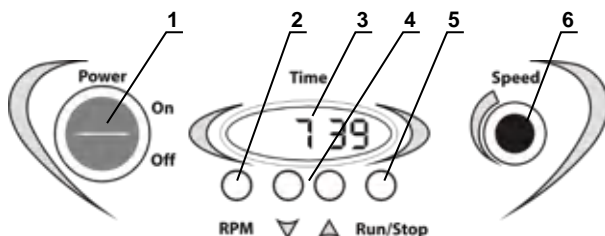

Рис. 1. MR-1, панель управления
- 5.1.1. Подключите блок питания к сетевой розетке с заземлением. Переведите переключатель питания **Power** (рис. 1/1) в положение **ON** (включено). Включится дисплей (рис. 1/3).
- 5.1.3. **Установка времени.** С помощью кнопок ▲ и ▼ (рис. 1/4) установите необходимый интервал времени в часах и минутах (шаг 1 мин.), руководствуясь показаниями дисплея (рис. 1/3). Если нажать и держать кнопку, скорость смены значений увеличивается.
- 5.1.4. **Установка скорости.** С помощью рукоятки регулировки скорости (рис. 1/6) установите необходимую скорость перемешивания. Во время поворота рукоятки и при нажатии кнопки **RPM** (рис. 1/2) на дисплее (рис. 1/3) показывается скорость, в 1 мин⁻¹ (RPM или раз в минуту).
- 5.1.5. Нажмите кнопку **Run/Stop** (рис. 1/5). Начнётся движение платформы и отсчёт установленного интервала времени, при интервале более часа – в часах и минутах, при интервале меньше часа – в минутах и секундах. Во время работы можно менять скорость, но не время.